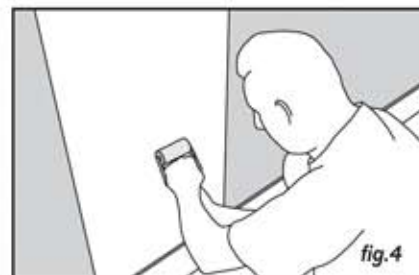

fig.4
- Maroufler toute la surface du panneau en appliquant une pression de 1 kg/cm² (fig.4).